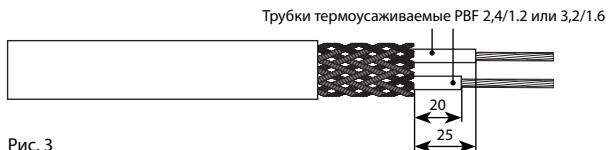

Рис. 3
5.4. Надеть трубки термоусаживаемые (поз. 3 или поз. 2* состава комплекта) на токопроводящие жилы на оба конца ленты и усадить с помощью воздушного термопистолета (рис. 3).